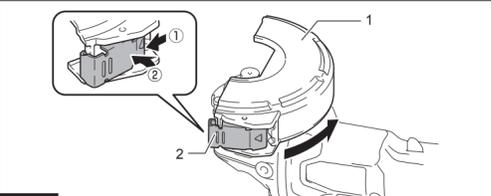

Fig.2
- Abb. 2:** 1. Schutzhaube 2. Schutzhaubenaufsatz 3. Sperriehel 4. Raste 5. Entriegeln 6. Verriegeln Zum Demontieren verschieben und drücken Sie den Sperriehel, um ihn zu entriegeln. Nehmen Sie danach den Schutzhaubenaufsatz von der Schutzhaube ab.
- Fig.2:** 1. Wheel guard 2. Wheel guard attachment 3. Lock lever 4. Hook 5. Unlock 6. Lock To remove, slide and push the lock lever to unlock it. After that remove the wheel guard attachment from the wheel guard.
- Fig.2:** 1. Protetor do disco 2. Acessório do protetor do disco 3. Alavanca de travamento 4. Gancho 5. Desstravar 6. Travar
- Fig.2 :** 1. Carter de meule 2. Accessoire du carter de meule 3. Levier de verrouillage 4. Crochet 5. Déverrouiller 6. Verrouiller